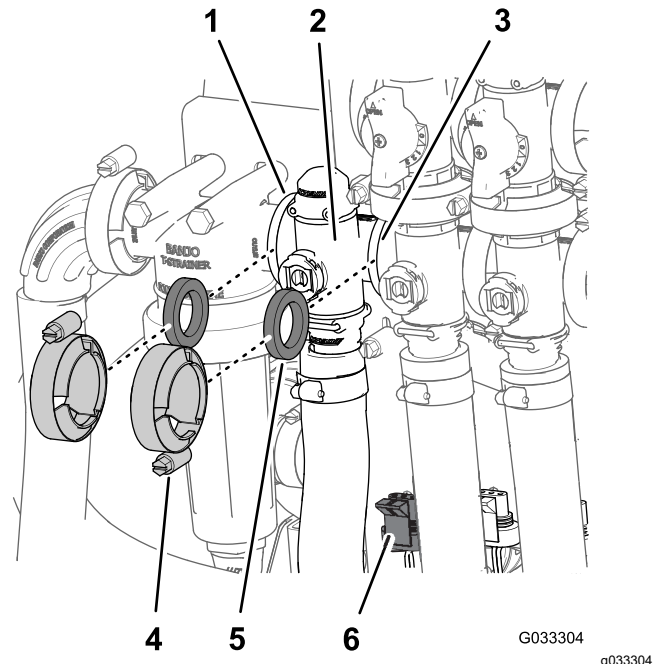

Bild 67
1. Entfernen Sie die Klemmen und Dichtungen, mit denen der Verteiler für das Dosierungsregelventil befestigt ist (Bild 67).